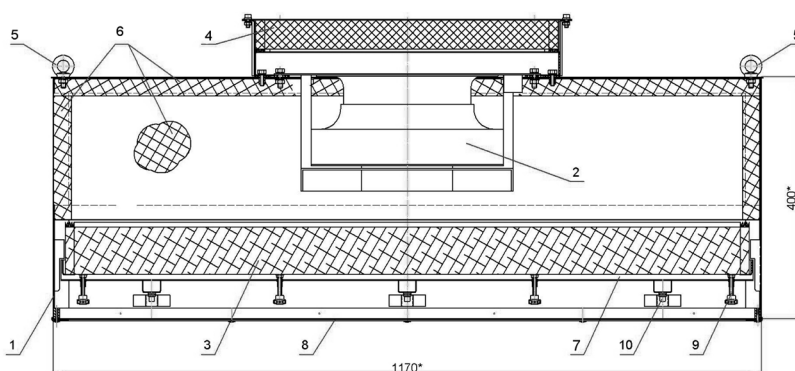

Рис. 1 Схема модуля МВ-Д
Модуль МВ-Д состоит (рис.1) из корпуса (1), внутри которого установлен вентилятор (2). На входе воздуха в модуль расположено специальное устройство для возможности установки предфильтра (4). Внутри корпуса имеется место для размещения HEPA фильтра типа ФяС (3) или ФяС-Ф-ПМП. Уплотнение фильтра ФяС в корпусе модуля происходит за счет поджатия его к прижимной поверхности модуля винтами (9). В корпусе модуля имеются также фиксаторы (8) для первоначальной установки фильтра в модуле перед его поджатием винтами (9).